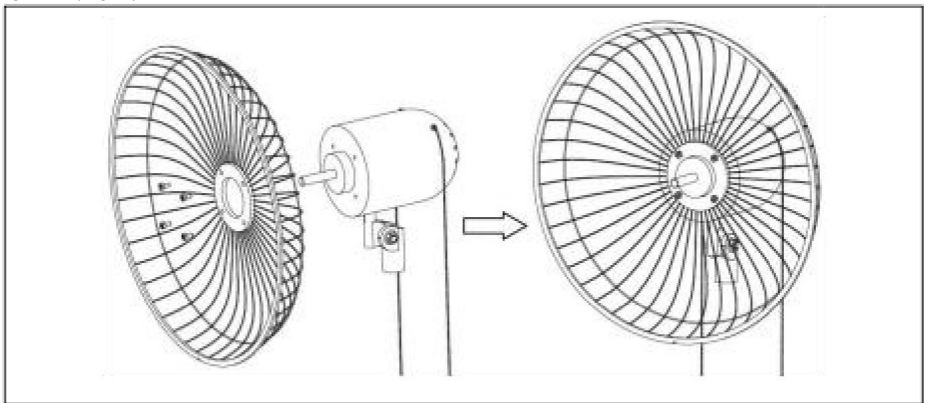

Fig.5.
- 1). Retire los tornillos de la rejilla del cabezal del motor. Luego, fije la parte trasera rejilla (12) en el cabezal del motor con el tornillo de la rejilla trasera (13) como se muestra en la diagrama (Fig.5.)